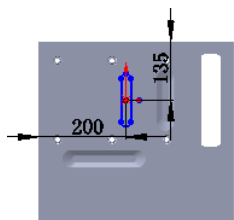

图 17.10.78 编辑草图
(4) 编辑草图，如图 17.10.78 所示。退出草图环境，完成成形特征 9 的创作。